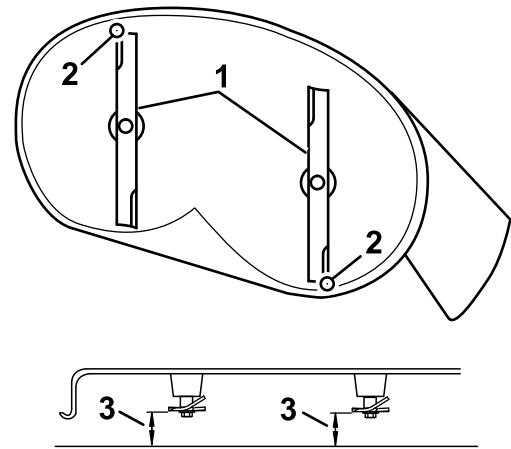

図 64
4. 注意深くブレードを回転させて、ブレードを前後方向に向ける 図 64。
5. 前方のブレードの前端の刃先から平らな床面までの距離を測定する。同様に、後方のブレードの後端の刃先から平らな床面までの距離を測定する 図 64。